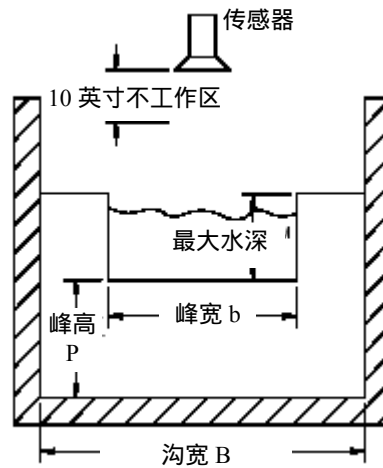
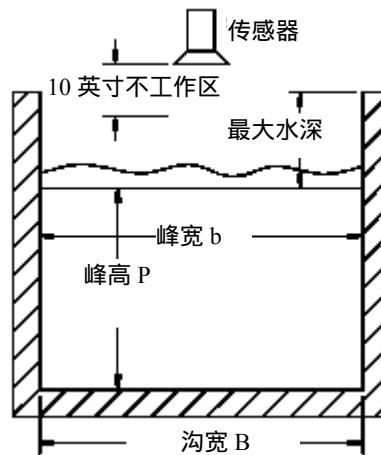

图3-4 矩形堰（底部收缩）尺寸设计
图3-5 矩形堰（底部不收缩）尺寸设计
**注意：**记入的对于所有标尺结构的最大水深，是指如图 3-2、图 3-3、图 3-4 或图 3-5 所示的峰顶高度。不要输入全部高度。
### 矩形堰 (见图 3-4 或图 3-5)
最后，输入一个标尺结构的 **MAXIMUM DEPTH** (最大水深) 值以完成设置。这是峰顶高度的测量值，正如图 3-2，图 3-3，图 3-4，和图 3-5 所示。不要输入全部的水深值。